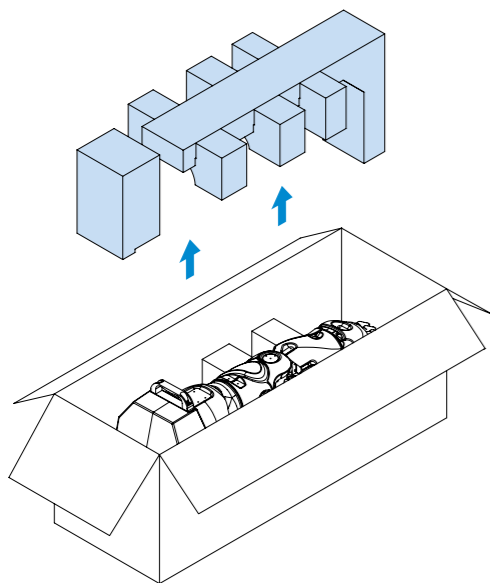

Рисунок 10.
2. Убрать верхнюю часть ложеента (рисунок 10)